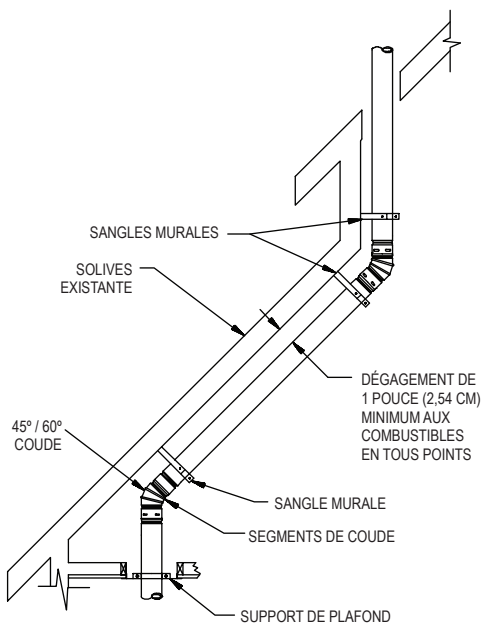
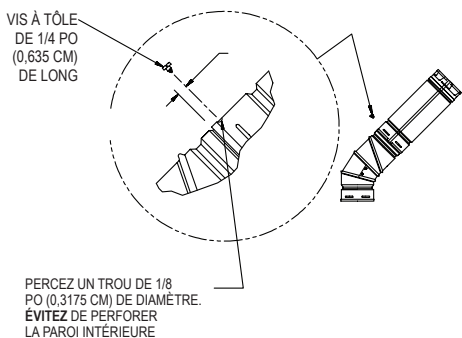

Figure 10
Figure 19
**7. Coudes.** Lorsque des coudes sont nécessaires, fixez les sections de conduit ou les coudes au mur à l'aide de sangles murales. **Important :** la déviation doit être soutenue par des sangles murales afin d'éviter que le poids n'exerce une contrainte sur les coudes, comme le montre la **figure 10**.
**2. Raccordements.** En plus du verrouillage par torsion des coudes, le raccordement peut être sécurisé davantage en utilisant des vis à tôle au niveau du joint où les parties mâle et femelle se chevauchent, à condition que les vis **NE pénètrent PAS** dans la paroi intérieure, comme le montre la **Figure 19**. Une vis par joint est normalement suffisante. Utilisez des vis à tôle à tête plate N° 8 dont la longueur ne dépasse pas 1/4 po. Des sangles murales doivent être utilisées pour soutenir chaque coude (**Figure 10**). Ne laissez